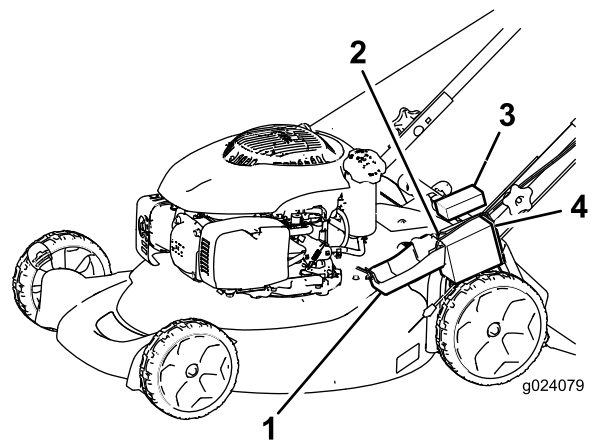

Figura 22
1. Desenganche la tapa de la batería y retírela (Figura 22).